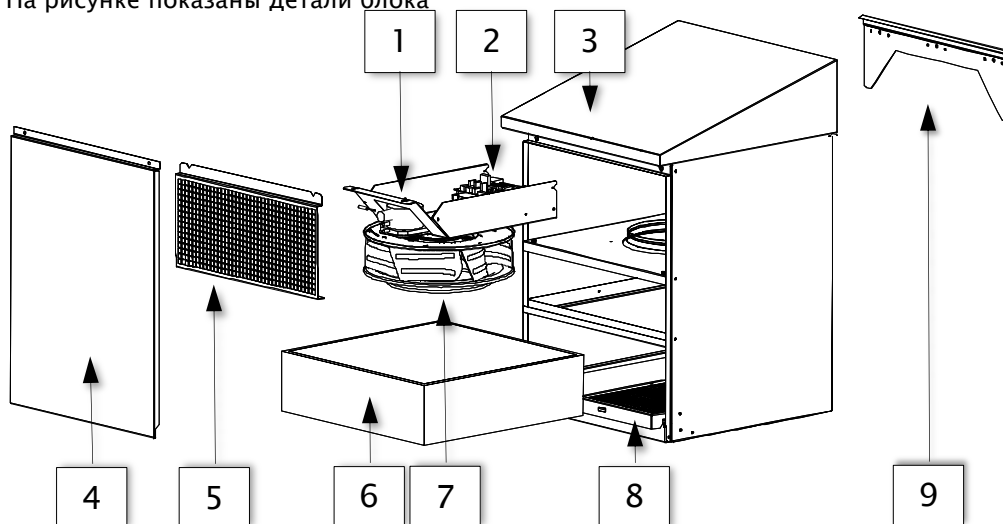

Рис. 1
**Описание деталей вид снаружи** В этой таблице перечислены внешние детали в соответствии с Рис. 1